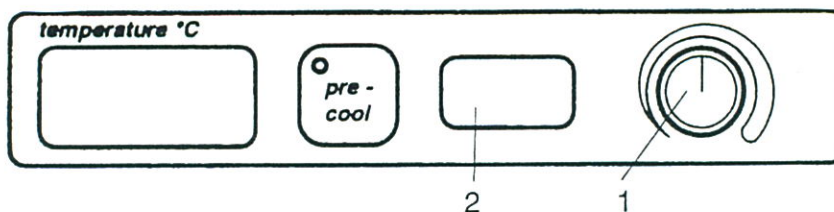

Fig. 6
Den ønskede centrifugeringstemperatur kan indstilles fra -10°C - $+40^{\circ}\text{C}$ med knappen (1). Den indstillede værdi aflæses i displayet 2. (Se fig. 6).